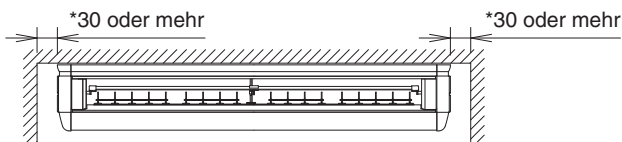
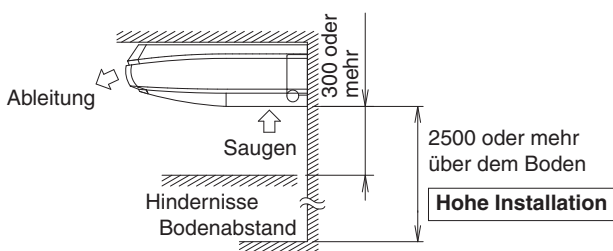

Abb. 1
Abb. 2
(1) Wählen Sie einen Aufstellungsort, der die folgenden Bedingungen erfüllt, und holen Sie die Zustimmung des Kunden ein.
- Wo ausreichender Platz für Installation und Service sichergestellt werden kann. (Siehe Abb. 1 und Abb. 2)